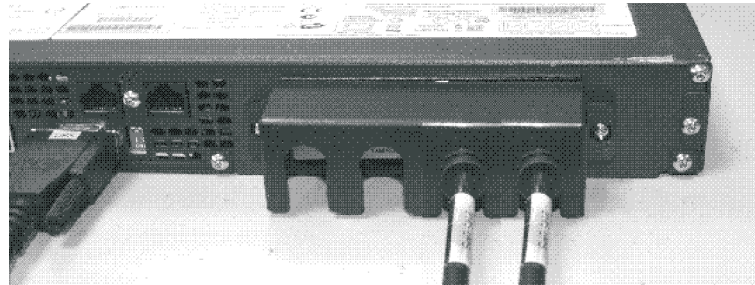

図 19. 2145 UPS-IU電源ケーブル保持ブラケット
5. 図 19 に示されているように、それぞれの側に 1 つずつねじを使用して、ブラケットを所定の位置に固定します。